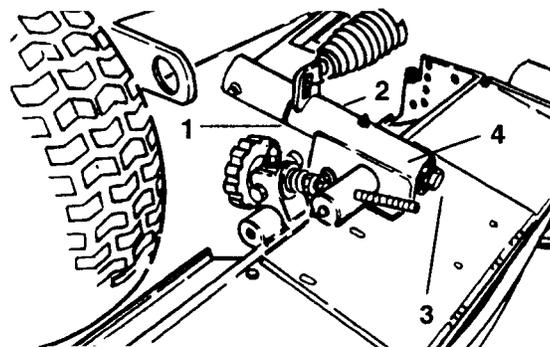

Fig. 45
- Infilare una rondella di spinta sull'asta girevole del braccio di sollevamento (Fig. 45).